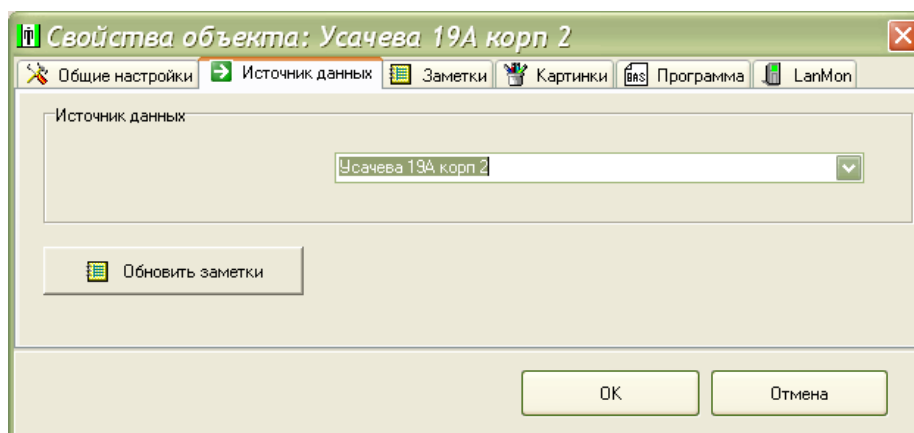

Рисунок 44
3) На вкладке «Источник данных» выбрать из списка источник данных, т.е. блок БДК-Л-3М2, БДК-Л-4М2, БДК-Л-3М2-УКЛ, БДК-Л-4М2-УКЛ, к которому подключен этот БИУ-Л (рисунок 44).